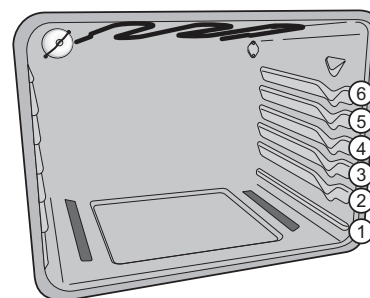

Figure 1 : Emplacement des grilles
- Pour de meilleurs résultats lors de la cuisson des gâteaux ou des biscuits sur deux grilles, voir à les placer en position 3 et 6 Voir la Figure 1.